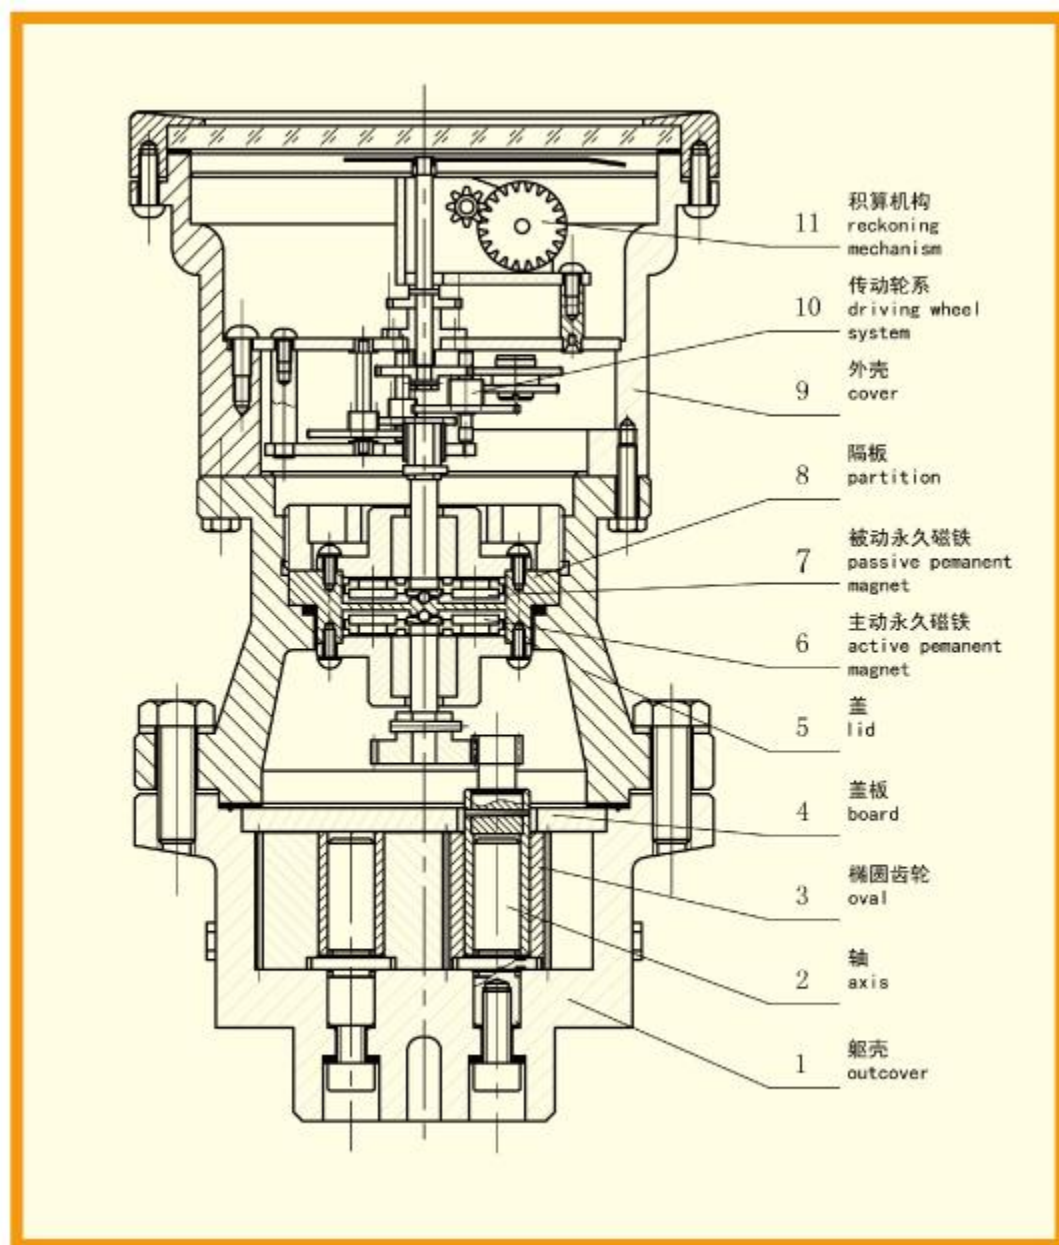
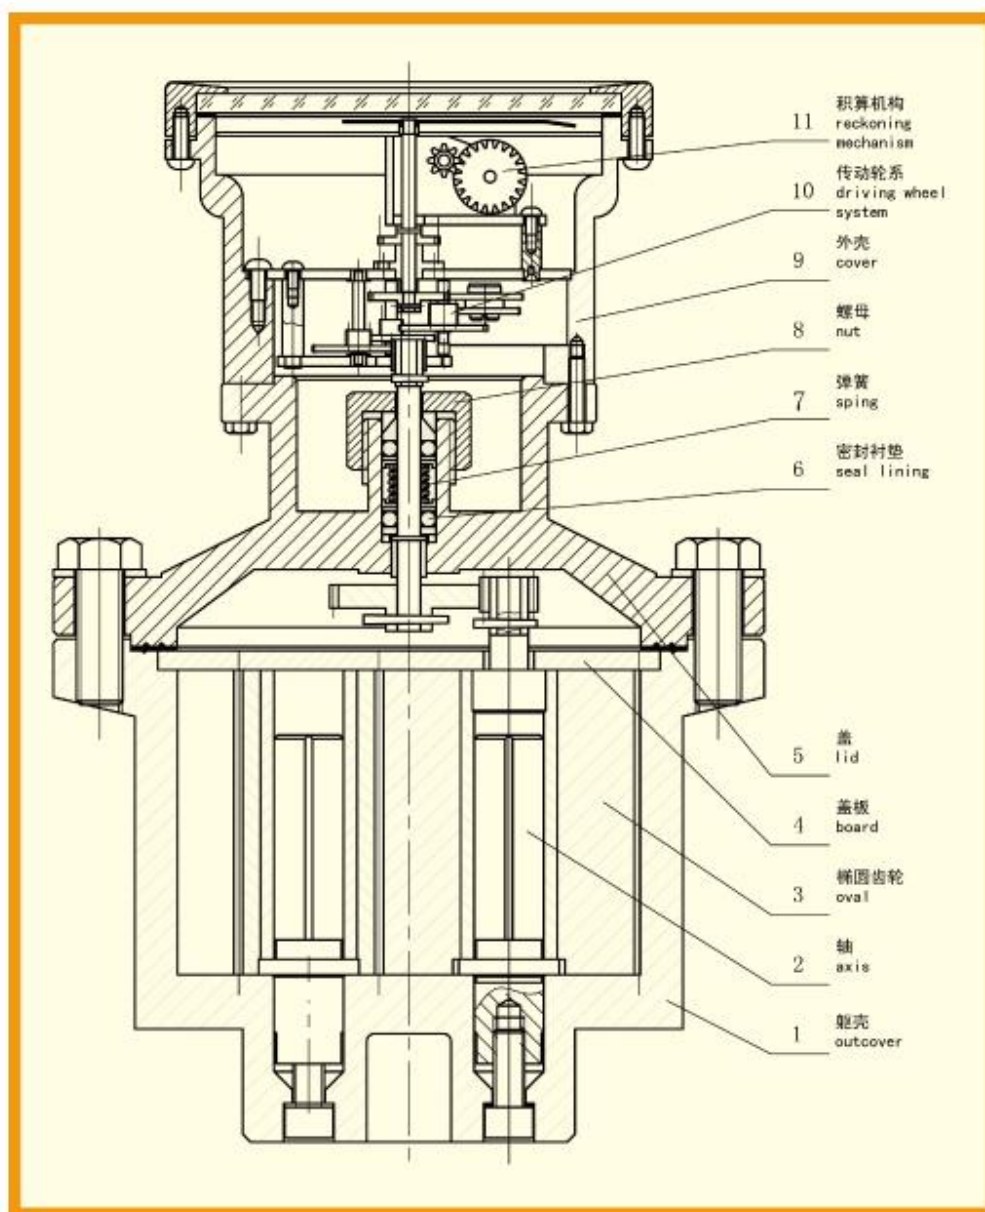

图2 LC型流量计永久磁铁传动结构图
图3 LC型流量计聚四氟乙烯密封传动结构图
1、计量室：仪表躯壳①（图2、图3，以下同）由铸铁制成，它的内腔与盖板④组成测量室。测量室内有两根不锈钢轴②，一对椭圆齿轮③就套上轴上，靠流量计进出口处的压力差推动而旋转，从而不断地把进口处的液体经新月形空腔计量后送到出口处，每旋转一周，累计出四倍新月形空间的体积。椭圆齿轮与测量室内壁的间隙很小，仅几十微米，以减少仪表的泄漏量。
2、密封机构：仪表的测量室是密封的。小口径流量计采用永久性磁性密封机构（见图2）：由隔板⑧将主动永久磁铁⑥、被动永久磁铁⑦分开。该结构灵敏度高，密封可靠；大口径流量计采用聚四氟乙烯塑料作填料密封（见图3）：通过调节螺母⑧来改变弹簧⑦的压缩量，使密封衬垫⑥伸张，达到密封目的。该结构比较简单，调整方便。
4、调换双层齿轮时，先卸下外壳（图2、图3之⑨），在其背后拧松轴套①（图6，下同）及螺钉③、④，更换调整齿轮②，然后转动调整板⑤，使调整齿轮与传动齿轮⑥、⑦啮合正确，再紧固轴套与螺钉。